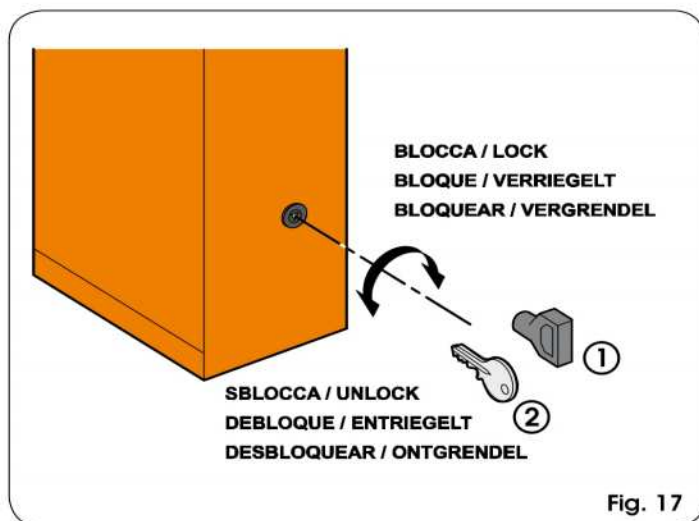

Fig. 17
La llave de desbloqueo entregada en dotación puede ser triangular (Fig.17 ref. ①) o personalizada (Fig.17 ref. ② opcional).
- girar la llave en **sentido horario** hasta el tope y extraerla (fig. 17 ref ①).
- girar la llave en **sentido horario** hasta el punto en el que se pueda extraerla. (fig. 17 ref. ②).